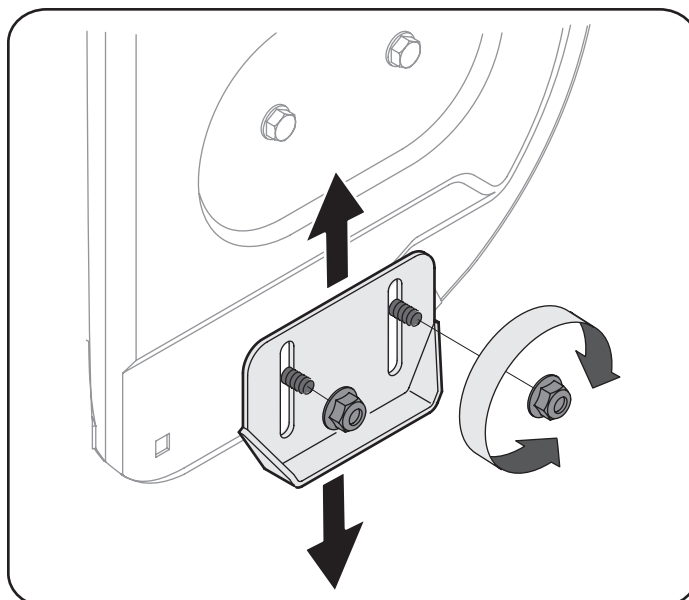

Figura 7
1. Afloje las cuatro tuercas hexagonales (dos en cada lado) y los pernos del carro. Mueva las zapatillas antideslizantes a la posición deseada. Vea la figura 7.